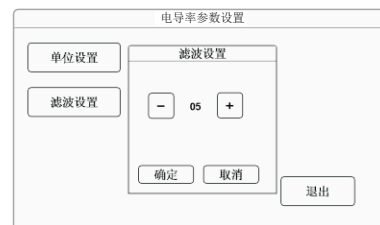

图2-46
- ◆ 滤波设置：点击“滤波设置”弹出图2-46所示，按【-】或【+】键修改参数（00到60可选），数值越大稳定性越高，修改后按【确定】键确认，按【退出】键确认。